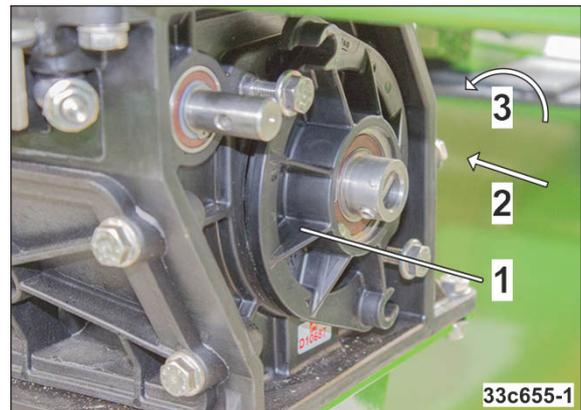

Рис. 241
5. Закройте крышку корпуса (Рис. 241/1).
6. Медленно вытяните заслонку (Рис. 241/2) из дозатора.